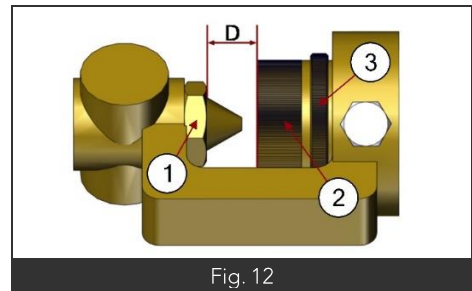

Fig. 12
- Débloquer la bague d'air (Fig12 rep3)
- Déposer l'injecteur (Fig12 rep1) le remplacer par l'injecteur souhaité selon le tableau ci-dessus (paragraphe 5.1).